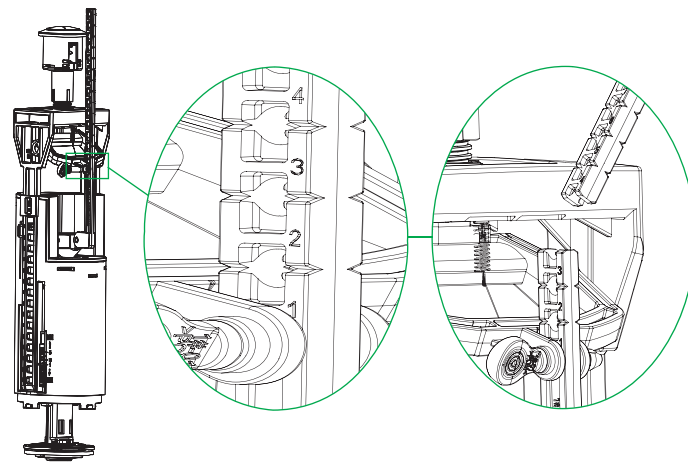

Рис. 12 / 12-сур.
7. Для сокращения лишней длины тяги отступите на 2–3 отверстия выше места фиксации и аккуратно переломите тягу (рис. 12).